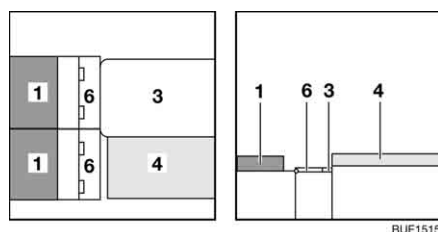

Fig. 138 Durante a transformação
- Abra ambas as tampas do banco arca (Fig. 138,6) e coloque-as sobre a mesa e os apoios no banco.
- Retire os estofos do encosto (Fig. 138,1) e coloque-os sobre o banco arca.